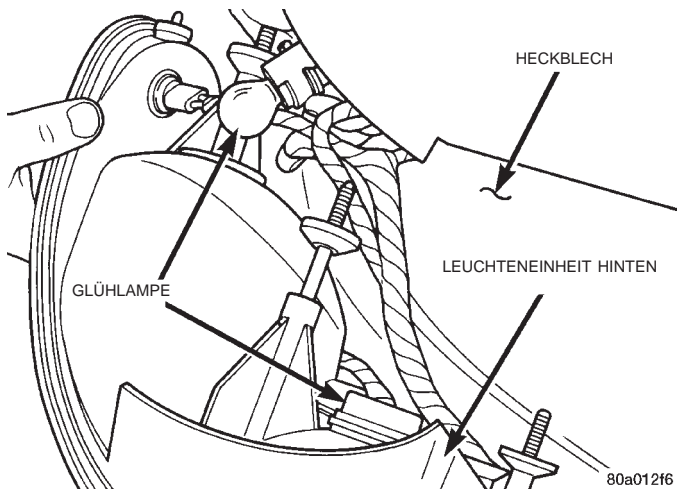

Abb. 7 Hintere Leuchteneinheit (Schluß-/Brems-/Blinkleuchte)
- (5) Lampenfassung eine Viertelumdrehung nach links drehen.
- (6) Lampenfassung von der Rückseite der Leuchteneinheit abnehmen (Abb. 7).
- (7) Glühlampe aus der Fassung ziehen.